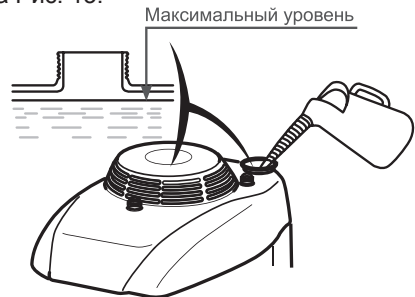

Рис. 13 Максимальный уровень топлива в топливном баке
Максимальный уровень топлива показан на Рис. 13.
3. Залейте бензин в топливный бак при помощи специальной емкости или воронки до уровня, показанного на Рис. 13.